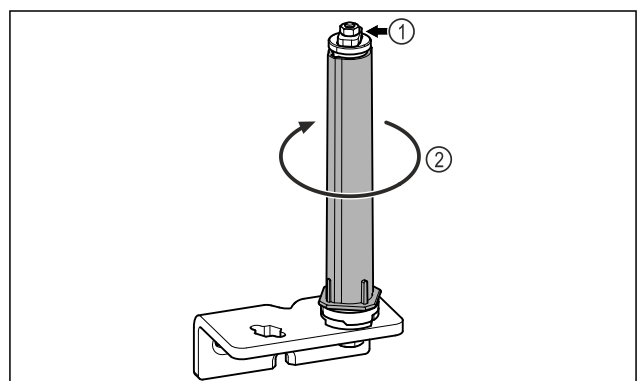

Fig. 28
- Ikke demonter dørlåsesystemet Fig. 28 (1).
- ▶ Drei låsesystemet Fig. 28 (2), til det klikker.